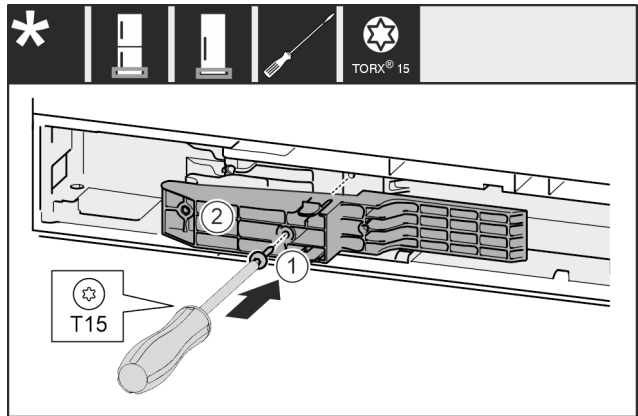

Fig. 33
- Adapterstück Fig. 33 (1) auf der Griffseite in die Aussparung einsetzen.
- Schraube Fig. 33 (2) mit Schraubendreher festschrauben.